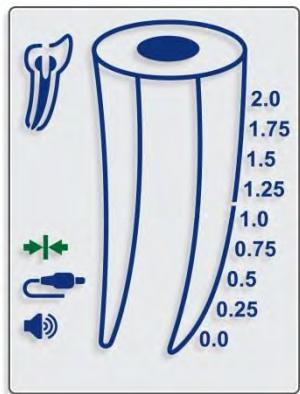

Fig. 3
- 7.3.2. "Tilslutning"-ikon vises på displayet, hvilket indikerer korrekt tilslutning (fig. 3).